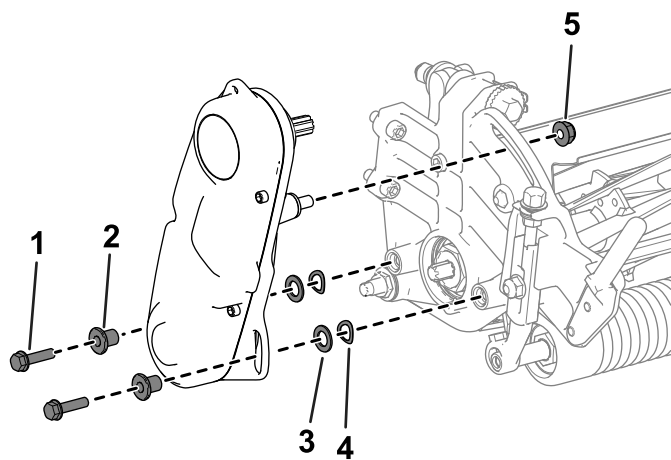

図 44
2. リール駆動アセンブリをサイドプレートに固定している部品を外す 図 44。
3. サイドプレートから、リール駆動アセンブリ、平ワッシャ、スプリングワッシャ、スペーサを外す 図 44。